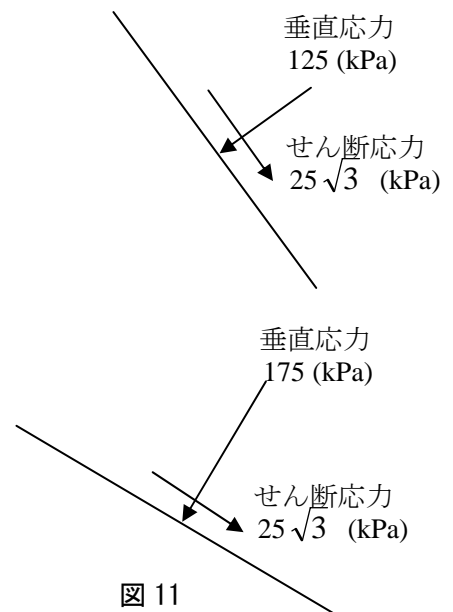

図 11
それぞれ図 11 のようになる。
となり，モールの応力円上の座標でせん断応力が負になる場合は，時計回りに土要素を回転させるようなせん断応力の向きとなるので，結果は，前ページ図 11 と同様になる。
であることがわかる。結果として，②と同様に前ページ図 11 と同様の結果を得る。